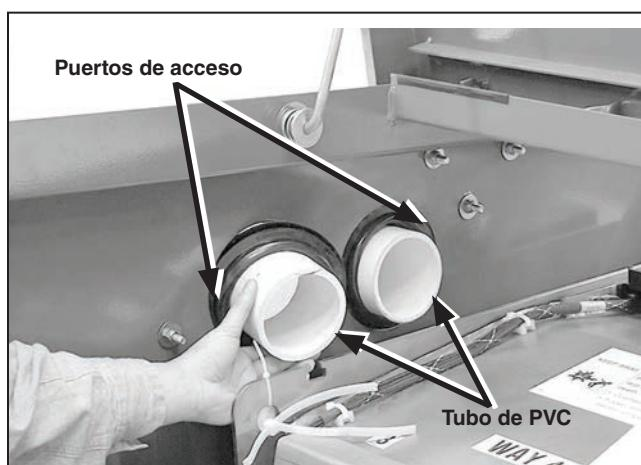

Figura 26. Inserte el tubo de PVC en el puerto de acceso.
- (a) Inserte el tubo de PVC de tres pulgadas en el puerto de acceso. Ver Figura 26. Asegúrese de que se vea el tubo por ambos lados con longitudes iguales en el compartimiento para baja tensión y en el gabinete tipo pedestal.